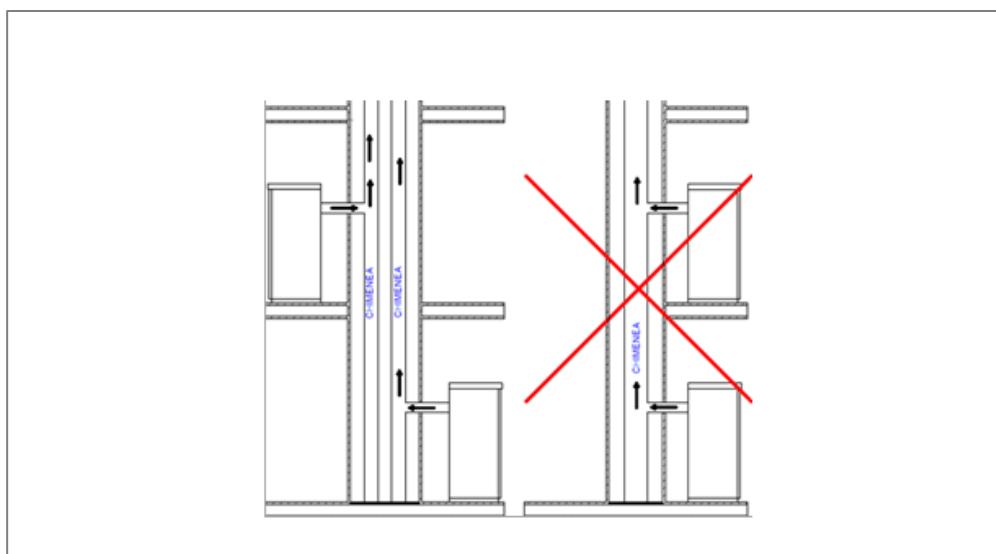

Figura 5
6. Si la estufa no calienta o hace humo, siempre se debe a un tiro defectuoso. Para lo que se describe a continuación **vea figura 5.**